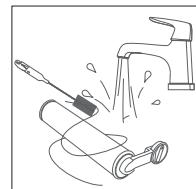

Fig. 15 – Nettoyer le rouleau en microfibres
- ▶ Nettoyez le rouleau en microfibres à l'eau courante. Utilisez également la brosse de nettoyage fournie (28) (**voir Fig. 15**).